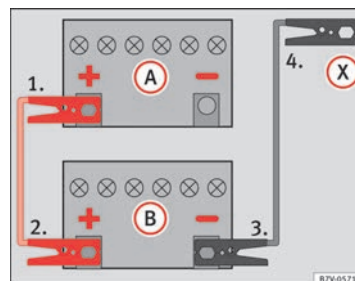
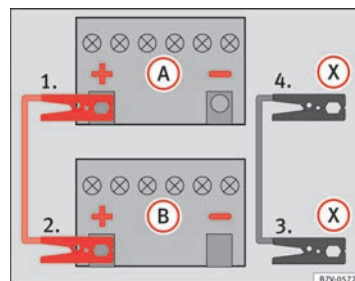

Fig. 218 Esquema de conexión para vehículos sin sistema Start Stop.
Fig. 219 Esquema de conexión para vehículos con sistema Start Stop.
- Emborne un extremo del cable *rojo* de emergencia al polo positivo (+) del vehículo con la batería descargada (A) ⇒ fig. 218.
- Emborne el otro extremo del cable *rojo* de emergencia al polo positivo (+) del vehículo que suministra la corriente (B).
- Emborne un extremo del cable *negro* de emergencia al polo negativo (–) del vehículo que suministra la corriente (B) ⇒ fig. 218.
- Emborne el otro extremo del cable *negro* de emergencia (X), en el vehículo con la batería descargada, a una pieza de metal maciza que vaya atornillada al bloque motor o al mismo bloque motor pero más alejado posible de la batería (A).
- Emborne un extremo del cable *rojo* de emergencia al polo positivo (+) del vehículo con la batería descargada (A) ⇒ fig. 219.
- Emborne un extremo del cable *negro* de emergencia (X) a un terminal de masa adecuado, a una pieza de metal maciza que vaya atornillada al bloque motor o al mismo bloque motor ⇒ fig. 219.